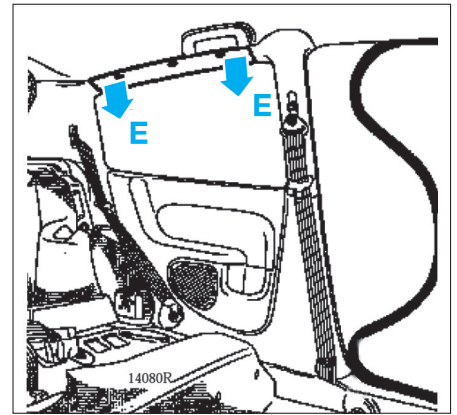

FIG. 5
- La soulever pour la dégager (D).
- A l'aide de la pince à dégraffer, dégraffer la garniture supérieure de custode (E) (Fig.5).